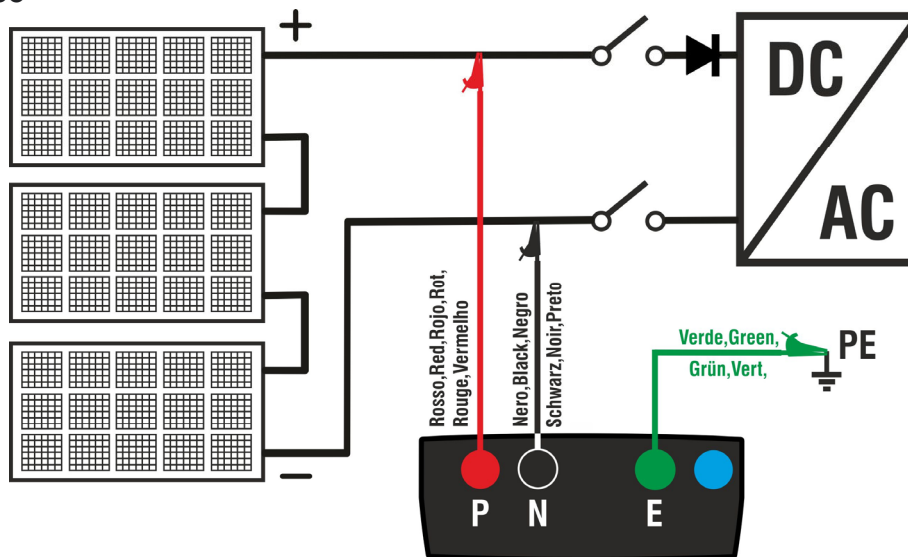

Fig. 6: Conexión instrumento para medida de aislamiento en modo DUAL
- Conecte el instrumento al string FV en prueba como se muestra en Fig. 6. La prueba también se puede realizar en varias strings en paralelo entre sí. Recuerde que los descargadores conectados a los cables del string / strings también deben estar desconectados y que es recomendable realizar la medición aguas arriba de los diodos de bloqueo